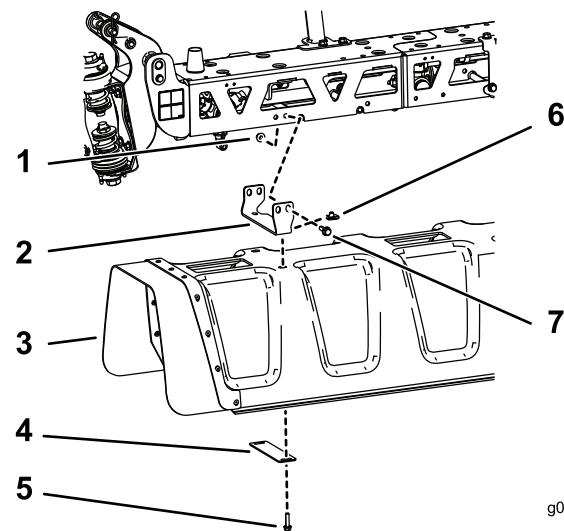

Figura 9
1. Instale la cubierta central en el soporte usando 8 tuercas de chapa, 4 chapas-arandela y 8 pernos de cabeza hexagonal ($5/16$ " x $1\frac{1}{4}"), según se muestra en Figura 9.$
2. Instale los 4 soportes del brazo central y las placas de montaje en el brazo central usando 4 pernos de cabeza hexagonal ($3/8$ " x $1\frac{1}{4}") y 4 tuercas con arandela prensada ($3/8"), según se muestra en Figura 9.$$